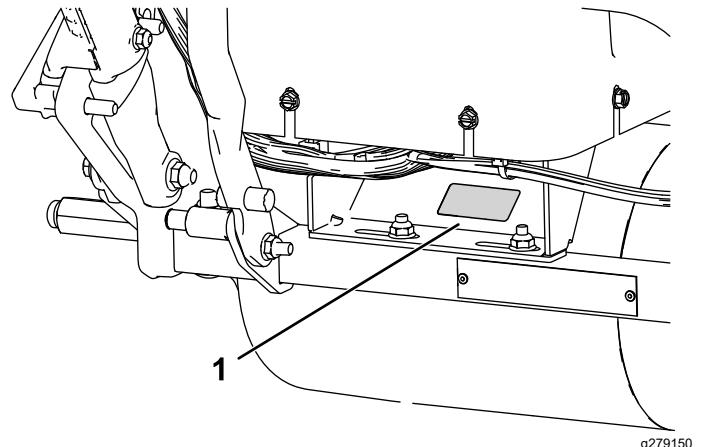

Bild 13
**Wichtig:** Wenn Sie von Toro DIAG aufgefordert werden, die Modell- und Seriennummer einzugeben, verwenden Sie nicht die Informationen zu Modell und Seriennummer vom Maschinenrahmen, sondern die Informationen vom Aufkleber auf der Akkuplatzform (Bild 13).